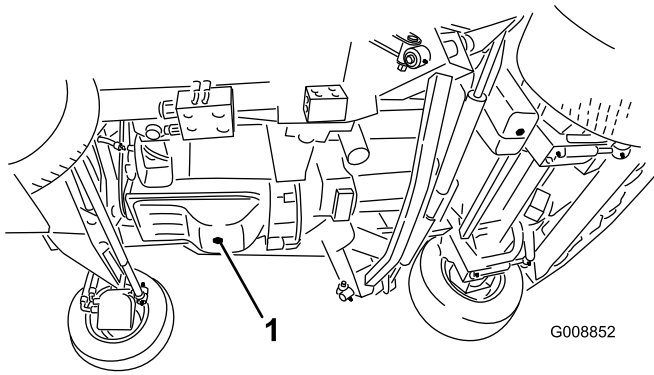

Рисунок 62
1. Снимите сливную пробку (**Рисунок 62**) и дайте маслу стечь в сливной поддон. Когда масло перестанет течь, поставьте сливную пробку на место.